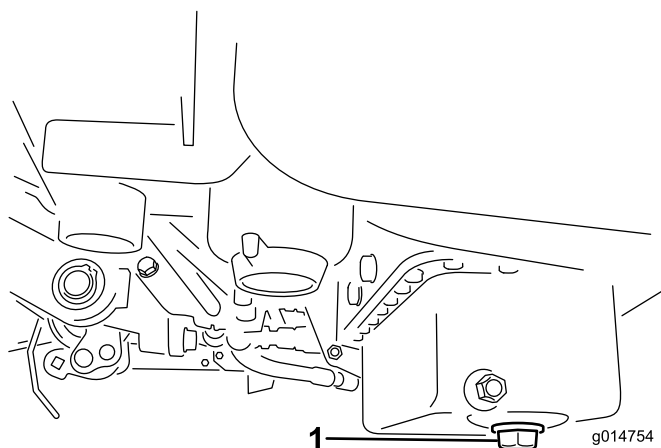

図 47
1. ドレン・プラグを外してオイルを容器に受ける。オイルが抜けたらドレン・プラグを取り付ける（図 47）。